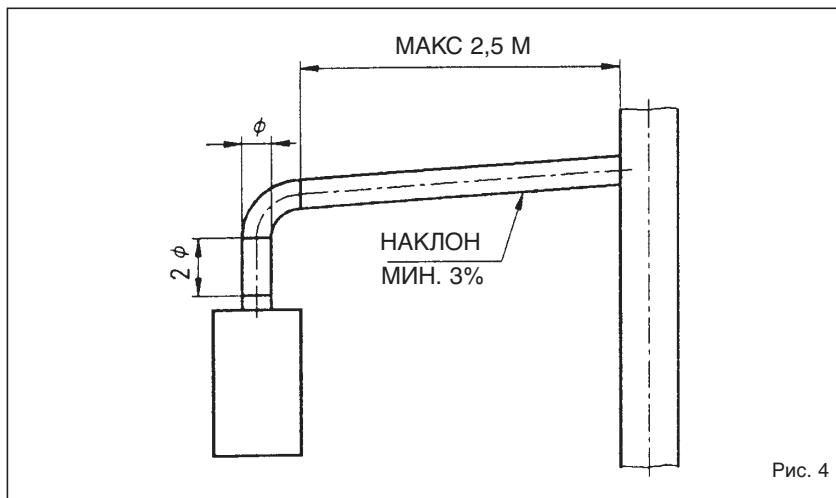

Рис. 4
2.3.1 Подсоединение дымовой трубы (Рис. 4)
На рис.4 изображено подсоединение котлоагрегата к дымовой трубе или дымоходу при помощи дымовых каналов в соответствии с предписаниями норматива UNI 7129/92 для аппаратов с номинальным расходом тепла не более 35 квтт.